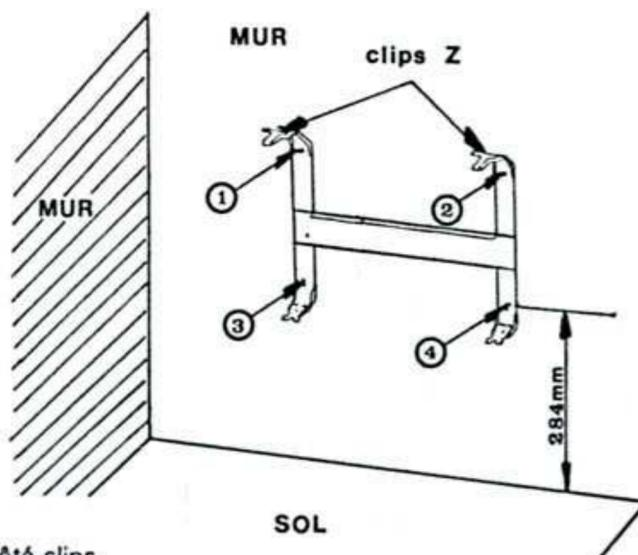

Fig. 2
- Remonter le dossier en faisant coïncider les deux trous précédemment pointés en face des trous inférieurs N° 3 et 4 (fig. 2).
- Régler le sélecteur (repère C) sur CONF. ⇒ le voyant - CONF. - s'allume Fig. 2.
Régler le sélecteur C sur CONF, le voyant -CONF- s'allume, la température obtenue est celle réglée initialement (18 à 20°) Fig. 2.